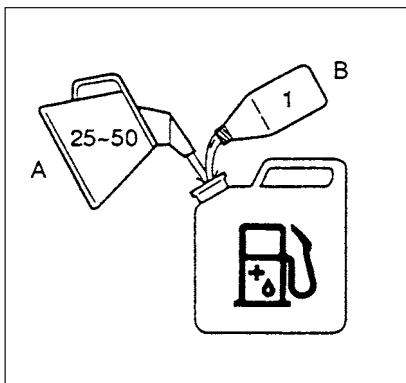

Рис. 2-1
Топливо (Рис. 2-1)
Количество масла для цепи, выпускаемого через систему смазки, настроено на заводе изготовителе на максимальную величину. Регулируйте количество в соответствии с рабочими условиями. Поворачивать регулировочный винт (1) против часовой стрелки для уменьшения количества и поворачивать его по часовой стрелке для увеличения количества. (Рис. 2-1 C)